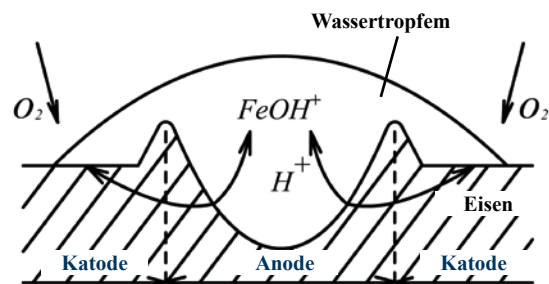

Bild 12: Belüftungselement
In der Technik ist ein Korrosionsvorgang bekannt, den man Belüftungselement nennt. Im Bild 12 ist dieser Vorgang erklärt. Eisen ist ein elektrischer Leiter, Wasser ist ein Elektrolyt. Liegt ein Wassertropfen auf dem Eisen, so ist ein elektrolytisches Element entstanden, dem nur noch die antreibende elektrische Spannung fehlt. Am Tropfenrand ist der Sauerstoffzutritt zur Metalloberfläche stärker, die in Tropfenmitte ist schlechter belüftet. Dadurch entsteht zwischen diesen Bereichen ein Potentialunterschied, bei dem der Tropfenrand zur Katode wird (Elektronenüberschuss), die Tropfenmitte zur Anode (Elektronenmangel). Das Wasser als Elektrolyt ermöglicht nun den geschlossenen Stromkreis zwischen Anode und Katode. An der Anode gehen positiv geladene Ionen des jeweiligen Metalls in Lösung, reagieren mit dem Wasser und lagern sich als Rost ab, während die Elektronen den Weg durchs Metall zur Katode nehmen. Der grundsätzlich gleiche Vorgang läuft beim Kupfer ab.
- Bild 12: W. Schatt (Herausgeber), Einführung in die Werkstoffwissenschaft, VEB Deutscher Verlag für Grundstoffindustrie, Leipzig